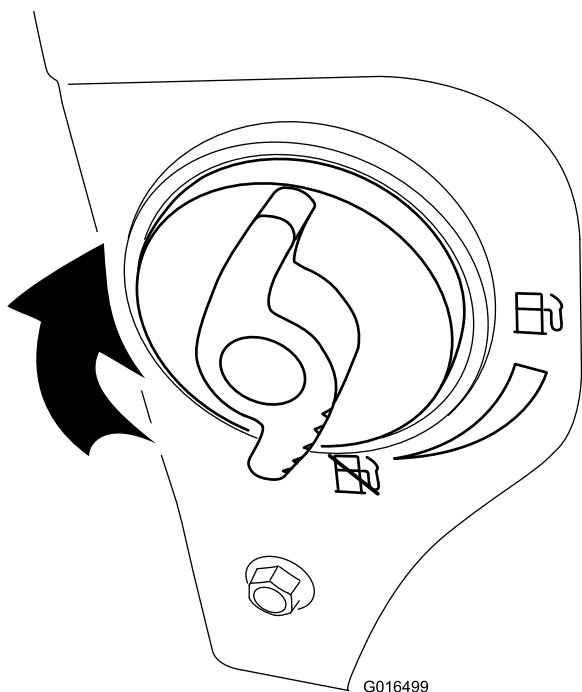

Bild 31
4. Schließen Sie den Kraftstoffhahn durch Drehen nach rechts (**Bild 31**).